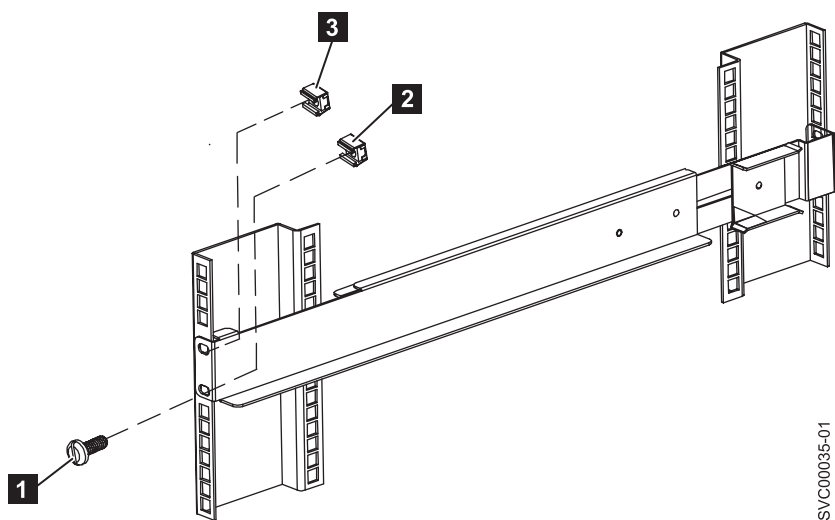

Figura 351. Removendo o trilho frontal no 2145 UPS-1U
3. Remova a porca de presilha do orifício superior do trilho (**3** em Figura 351).